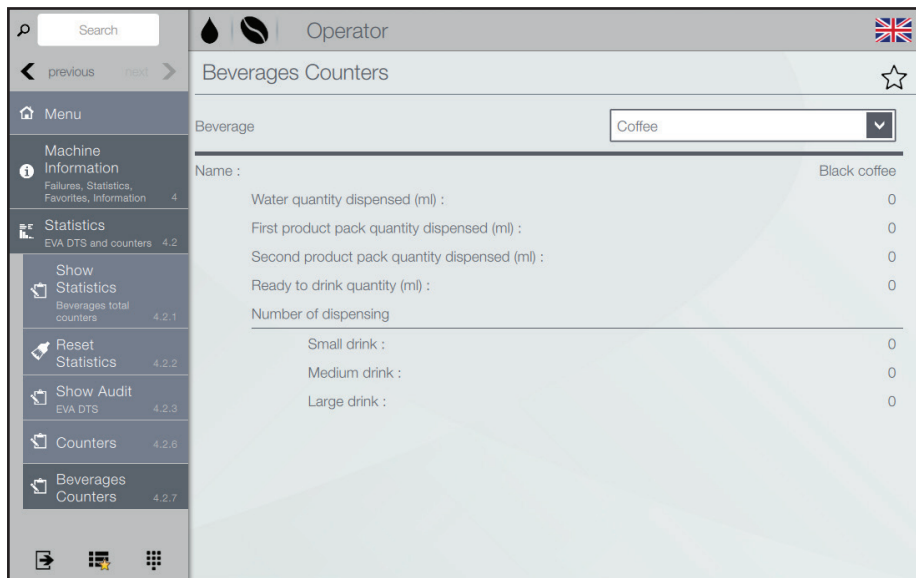

Fig. 6.15- Drikketellere
- Trykk på rullegardinmenyen "Drikke" for å velge ønsket drikke (fig. 6.15).